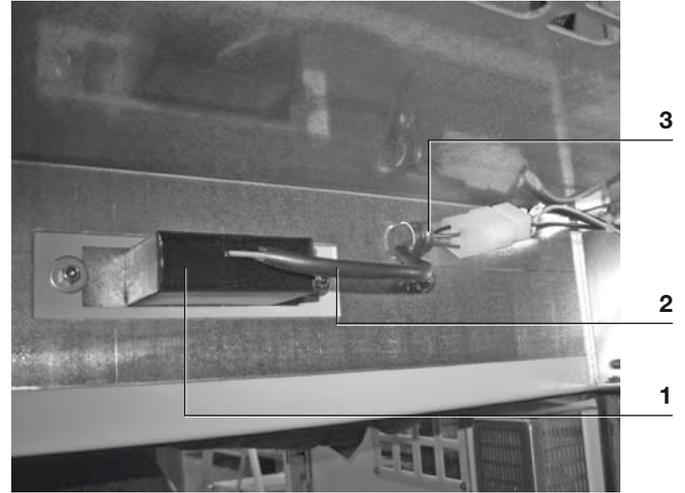

Fig.22b _____
- scollegare i cavi (2) (fig. 22b)
- smontare la graffetta (3)
- svitare e smontare il dispositivo di presenza tensione (1).
- disconnect the cables (2) (fig. 22b)
- dismantle the clip (3)
- unscrew and dismantle the voltage indicator device (1).